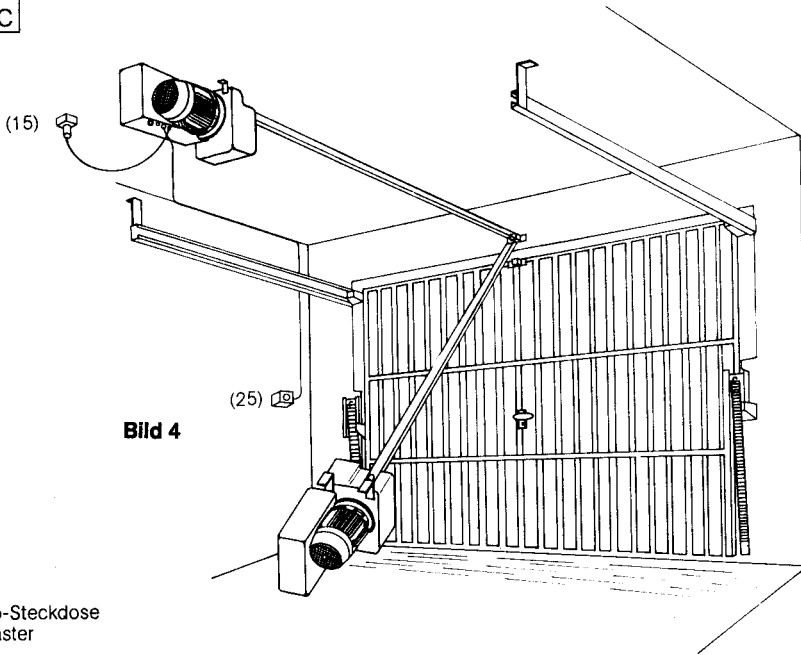

Bild 4
- Antrieb (2) zum Tor geneigt anstellen und Spannschlitten (9) mit Laufschiene (4) an Konsole (6) befestigen (Bild 4).